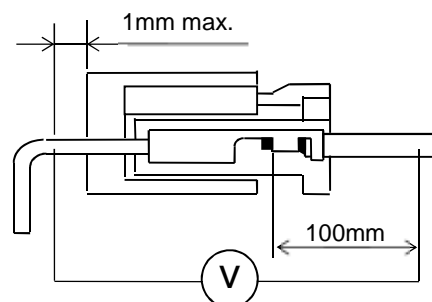

Fig.2
- △ Apply $20 \pm 5\text{mV}$ when open-circuited and $10 \pm 0.5\text{mA}$ and $1 \pm 0.1\text{mA}$ when short-circuited to the mated housing with all contacts assembled in order to measure the resistance at points 100mm apart from the crimped portions for the wire within 1mm from housing for the pin connector as shown Fig.2. Then bulk resistance is subtracted from the measured value.
全極に端子を組み込んだハウジングを正規にかん合したコネクタに、開放時 $20 \pm 5\text{mV}$ 、短絡時 $10 \pm 0.5\text{mA}$ および $1 \pm 0.1\text{mA}$ 通電し、電線側は端子圧着部より100mm、ピン側は図2のようにハウジングから1mm以内の部分で測定する。なお、測定値から電線の導体抵抗分を差し引く。